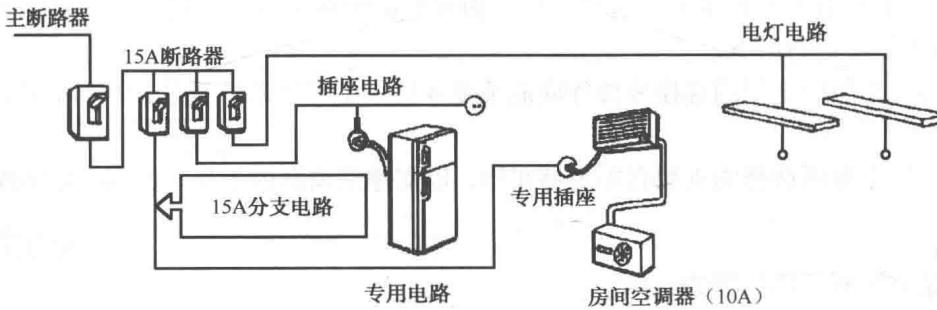

图 1-1-1 专用分支电路
① 空调器安装时须要进行电气工程安装。安装任务必须由充分了解电气工程知识的安装人员承担。根据房间空调器种类的不同，电源容量也相异，故应在仔细阅读和领会商品包装中的“安装说明书”和“操作说明书”的内容后，方可操作。
② 空调器的电源电压应该在空调器额定电压上下浮动 10% 的范围以内。倘若电源电压超越空调额定电压的浮动范围，会导致不能启动或烧坏电机等情况，所以用户务必与电力公司联系，进行妥善处理。
③ 空调器的电源应设置为专用分支电路，即从电表到空调器电源插座的电路应为独立电路。
④ 空调器的电源应设置为专用电路和专用插座。使用大容量的房间空调器的时候，电源线路应按照商品铭牌、安装说明书或操作说明书进行电气工程施工。一般情况下，专用分支电路的工作电流应大于空调器额定电流的 1.3 倍，如图 1-1-1、图 1-1-2 所示。